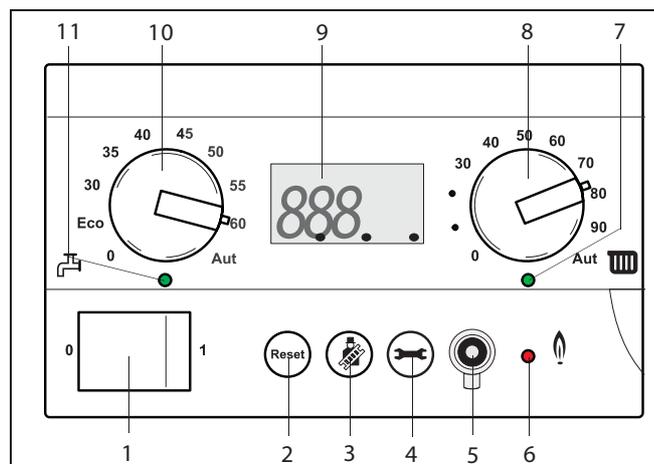

Fig. 24 BC 10
Sul BC 10 sono stati installati i seguenti comandi (fig. 24):
■ INTERRUPTORE DI RETE (fig. 24, pos. 1)
■ TASTO "RESET" (fig. 24, pos. 2)
■ TASTO "SPAZZACAMINO" (fig. 24, pos. 3)
Tenendo premuto il tasto "spazzacamino" per 2- 5 secondi, compare un puntino in basso sul display (fig. 24) e l'apparecchio entra in modalità operativa riscaldamento a pieno carico sino al momento in cui è raggiunta la temperatura di mandata impostata, o se sono trascorsi 30 minuti, dopo di che la caldaia si spegne.
■ TASTO DI "MANUTENZIONE" (fig. 24, pos. 4)